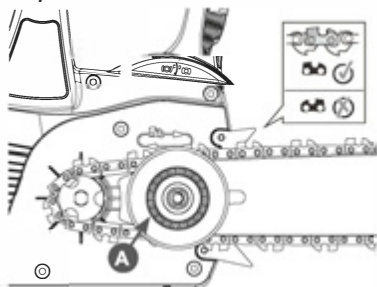

Рис. 3 Установка шины
4. Возьмите шину. Вращая колесо А накладке шины (Рис. 3) против часовой стрелки переместите его в самое переднее положение на шине. Установите ведущие звенья пильной цепи в пазы шины.